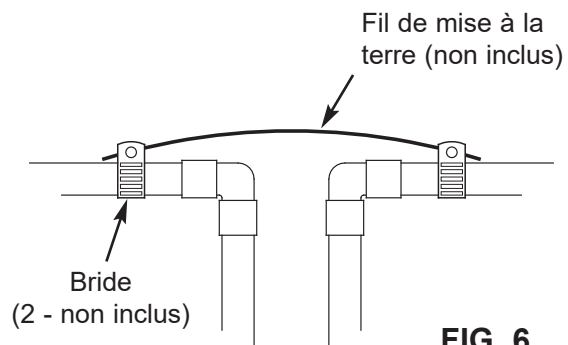

FIG. 6
- a. Relier les sections coupées de la conduite d'eau principale avec un fil de cuivre de calibre 4, fixé solidement à chaque extrémité – pièces non fournies (cf. Figure 6).